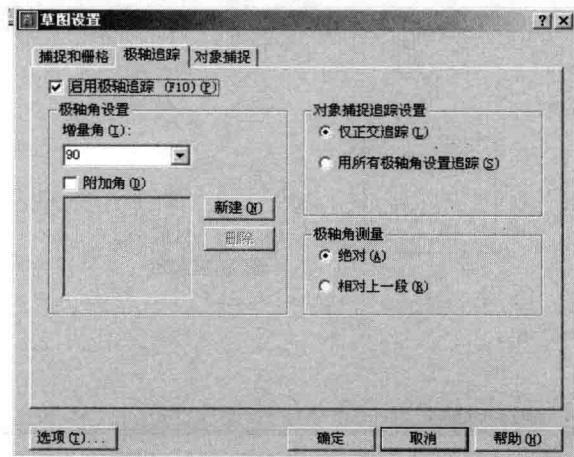

图 1-4 “极轴追踪”选项卡
③ **正交**：该按钮用来控制是否以正交方式绘图。如果打开此模式，用户就只能绘制出水平或竖直直线。
④ **极轴**：该按钮控制打开或关闭极坐标捕捉模式。当使用这种模式时，AutoCAD 将根据设定的极坐标角度增量自动计算新的极坐标方向，并在该方向上显示一条辅助线，光标将沿此辅助线移动。通过“草图设置”对话框的“极轴追踪”选项卡来设置捕捉的角度增量，如图 1-4 所示。